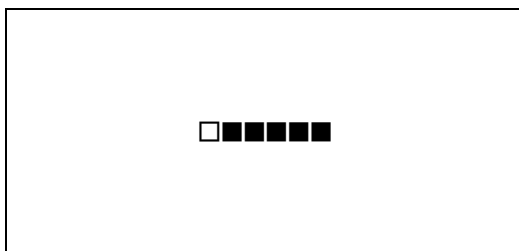

図4-19 オンスクリーンメニュー(CHAR SELECT例)
- 1) CHARACTERメニューで「CHAR SELECT」を選択し、**ENTER**ボタンを押すと図4-19のような設定メニューが表示されます。